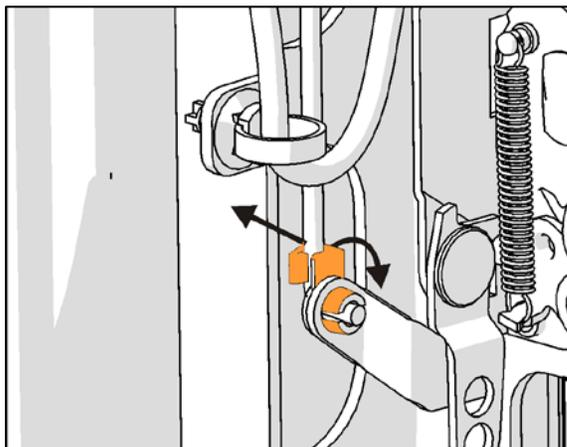

Figure 3: Clip de tige
3. Préparation en vue de l'enlèvement. (Figure 3)
6. Brancher le connecteur au faisceau de câblage de la porte. (A, Figure 3)
7. Fixer le câble avec de nouveaux serre-câbles. (B, Figure 3)